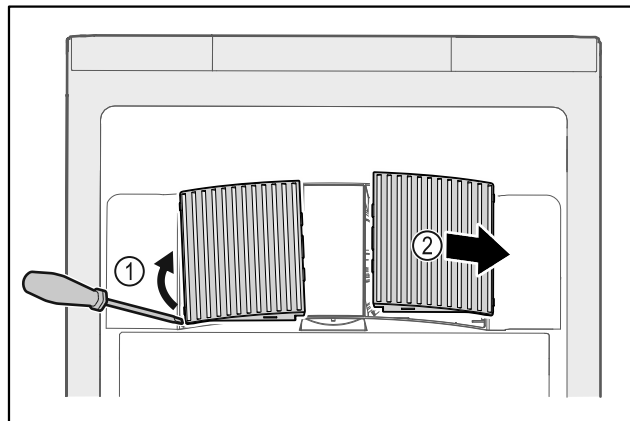

Fig. 161
- ▶ Осторожно подденьте крышки вентилятора сбоку Fig. 161 (1) и снимите их движением вперед Fig. 161 (2).